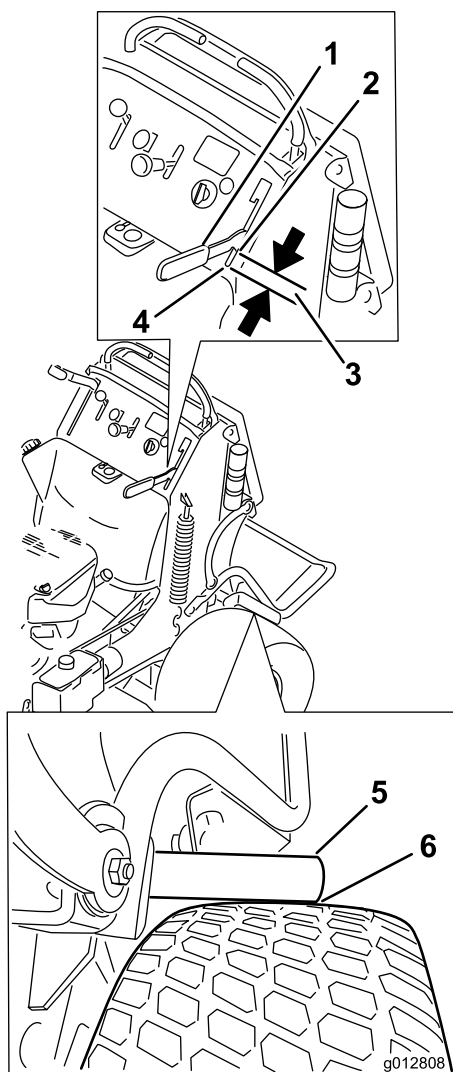

Figura 63
4. Accione la palanca del freno hasta que las barras de freno apenas entren en contacto con el neumático (Figura 63).
5. Mida la distancia que hay entre el borde delantero de la palanca de mano y el final de la ranura del panel de control cuando la barra de freno empieza a tocar el neumático. Esta distancia debe ser de 19 mm. Ajuste el freno si es necesario (Figura 63).